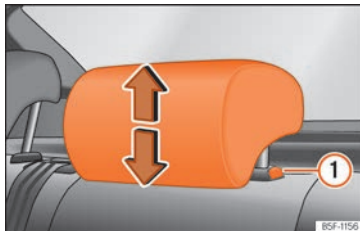

Abb. 108 Kopfstützen hinten: Kopfstützeinstellung.
hinteren Kopfstützen muss die Taste » Abb. 108 ① nur zum Absenken gedrückt werden » ⚠ in Einleitung zum Thema auf Seite 134.